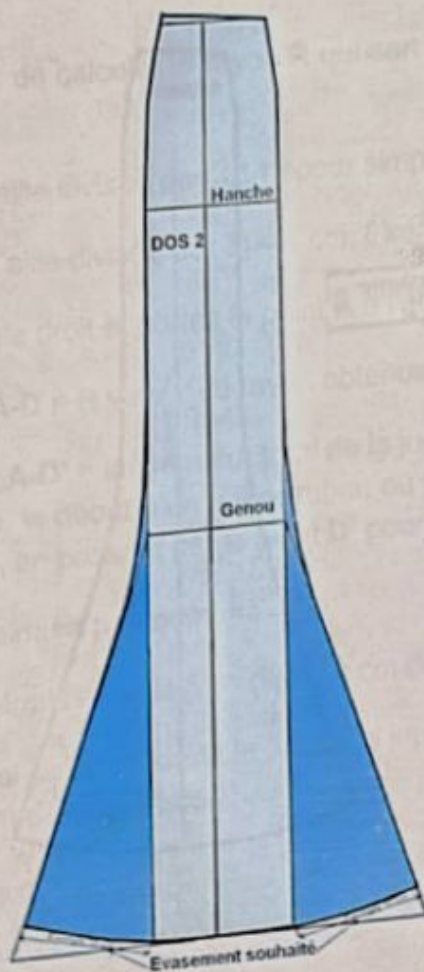

FIG. 5
- Retracez les côtés des panneaux en lignes obliques jusqu'aux points situés à quelques centimètres au-dessus de la ligne du genou, puis arrondissez les cassures avec la courbe, sauf au milieu dos (fig.5 et 6).